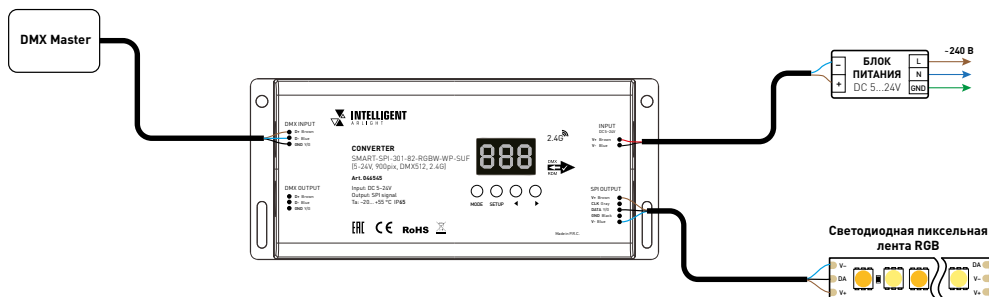

Рис. 1. Схема подключения конвертера
- 3.2. Подключите усилитель согласно схеме, приведенной на рис. 1.